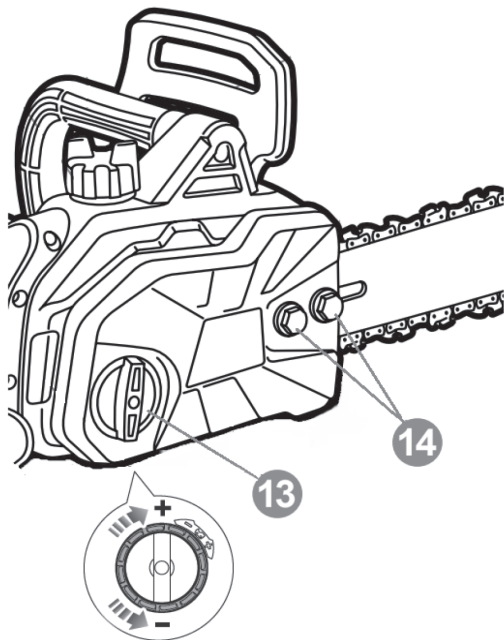
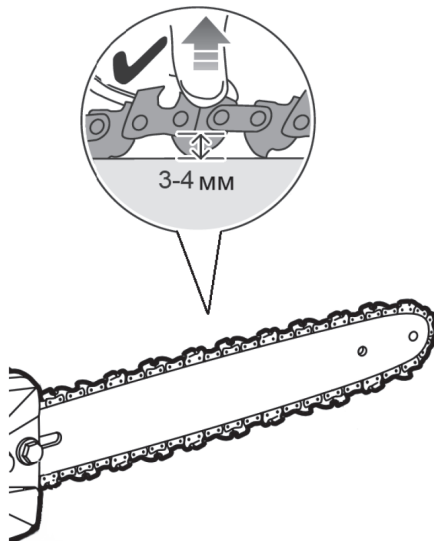

Рис. 10
Рис. 11
1. Ослабьте гайки 14 (рис. 10) вращая их против часовой стрелки.
2. Приподнимите переднюю часть шины вверх, и удерживая ее, крутите ручку натяжения цепи 13 (рис. 10) по часовой стрелке до тех пор, пока цепь не будет плотно прилегать к нижней части шины. Затем возьмите цепь посередине шины с верхней части и приподнимите верх. Хвостовики цепи не должны выходить из направляющего паза шины на высоту более 3 -4 мм (рис. 11).
3. Зафиксируйте шину гайками 14 (рис. 10).